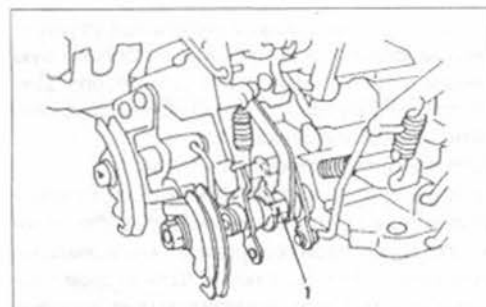

Рис. 134.
• У 1,6-литрового двигателя или двигателя, работающего на не содержащем свинца бензине, согнуть рычаг, указанный на рис. 134, и исправить зазор.